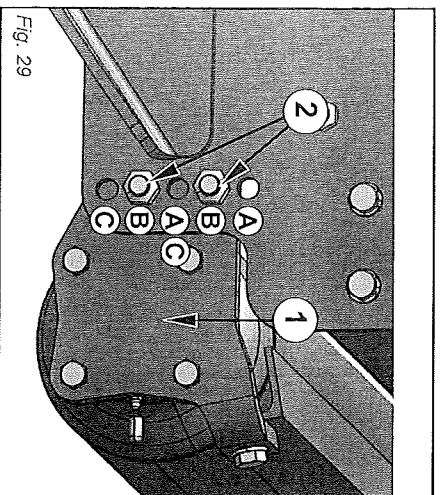

Fig. 29
La macchina è fornita di rullo posteriore (1 Fig. 29) e raschiavango regolabile manualmente. Per regolare il rullo procedere come segue:
- Togliere i bulloni (2 Fig. 29).
The machine is equipped with a rear roller (1 Fig. 29) and a manually adjusted mud scraper. Proceed in the following way to adjust the roller:
- Remove the bolts (2 Fig. 29).
Maskinen er udstyret med en valse bagpå (1 fig. 29) og med en mudderskraber, der kan justeres i hånd. For at justere valsen, skal man gå frem som følgende:
- Fjern bolterne (2 fig. 29).
Maskinen är försedd med en manuellt ställbar stödrulle bak (1 fig. 29) med lerskrapa. Gör på följande sätt för att justera stödrullen:
- Avlägsna bultarna (2 fig. 29).